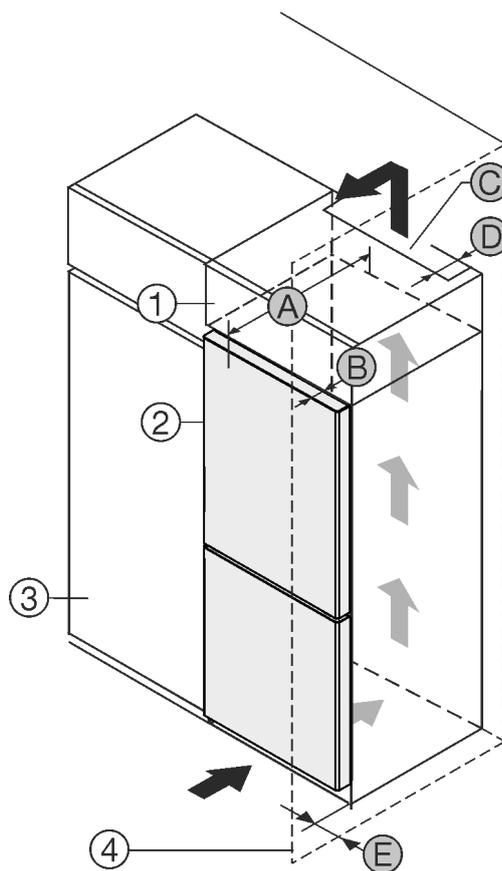

Fig. 1
- (1) Viseći ormar*
- (2) Uređaj*
- (3) Kuhinjski ormar*
- (4) Zid*
- (A) Dubina uređaja*
- (B) Dubina vrata*
- (C) Ventilacijski presjek*
- (D) Udaljenost od stražnje strane uređaja*
- (E) Udaljenost od bočne strane uređaja*
Uređaj možete postaviti neposredno pored kuhinjskog ormara Fig. 1 (3)*
Na stražnjoj strani visećeg ormara treba postojati otvor za odzračivanje dubine Fig. 1 (D) po cijeloj širini visećeg ormara.*
Ispod stropa prostorije treba poštovati ventilacijski presjek *Fig. 1 (C)*.*
Kada se uređaj postavlja s okovima pored zida *Fig. 1 (4)*, razmak između uređaja i zida mora iznositi najmanje 13 mm.*
Kada se uređaj postavlja s okovima pored zida *Fig. 1 (4)*, razmak između uređaja i zida mora iznositi najmanje 20 mm.*
Kako biste vrata mogli potpuno otvoriti, uređaj mora biti za dubinu vrata *Fig. 1 (B)* ispred u odnosu na prednjicu kuhinjskog ormara. Ovisno o dubini kuhinjskih elemenata *Fig. 1 (3)* i uporabi zidnih odstoynika, uređaj može i dalje stršati.*